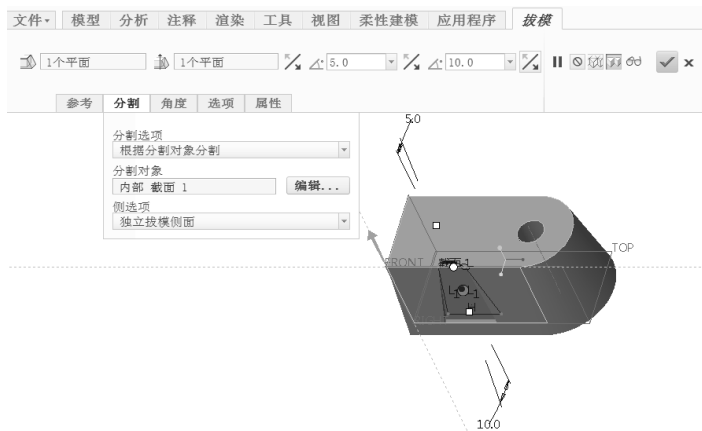

图 6-79 设置分割拔模相关参数
8) 在默认情况下,系统会独立拔模两个侧面。在“拔模”选项卡的角度 1 尺寸组合框中输入“5”,在角度 2 尺寸组合框中输入“10”,接着分别单击角度 1 和角度 2 右侧的  (反转角度以添加或去除材料) 按钮,如图 6-79 所示。